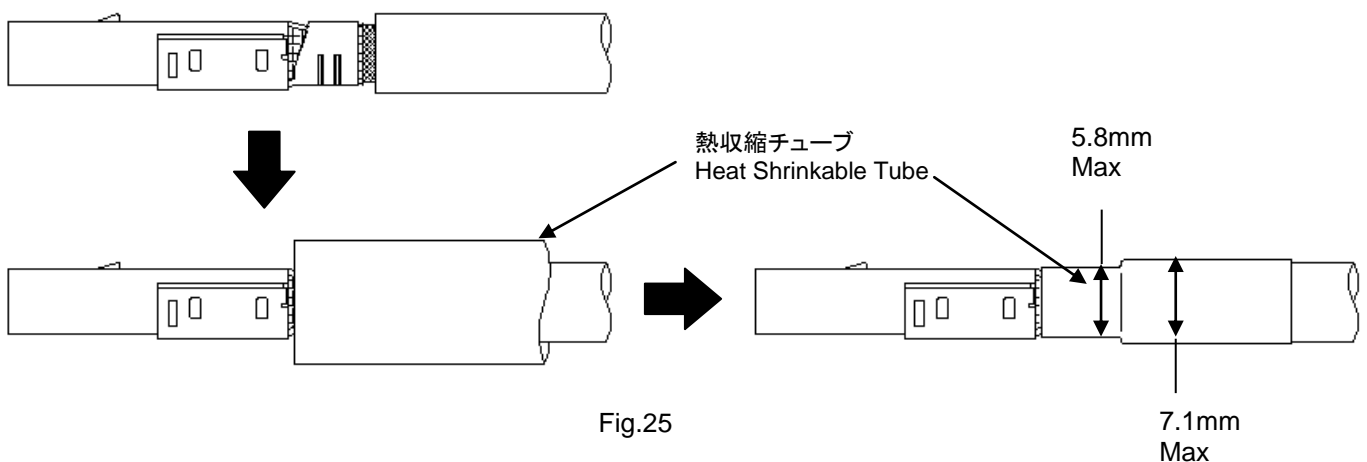

Fig.25
6.1.2項 ケース2のケーブルを取り付けた場合は、かしめ後、Fig.25に示す位置に熱収縮チューブを移動させ、加熱してチューブを収縮させます。収縮後、かしめ部がチューブで覆われる様にしてください。
In the case of installing the cable that is shown in 6.1.2, move the "Heat Shrinkable Tube" to the position that is shown in Fig.25 after crimping. Then heat it to shrink. The crimping place shall be covered by the "Heat Shrinkable Tube" after shrinkage.